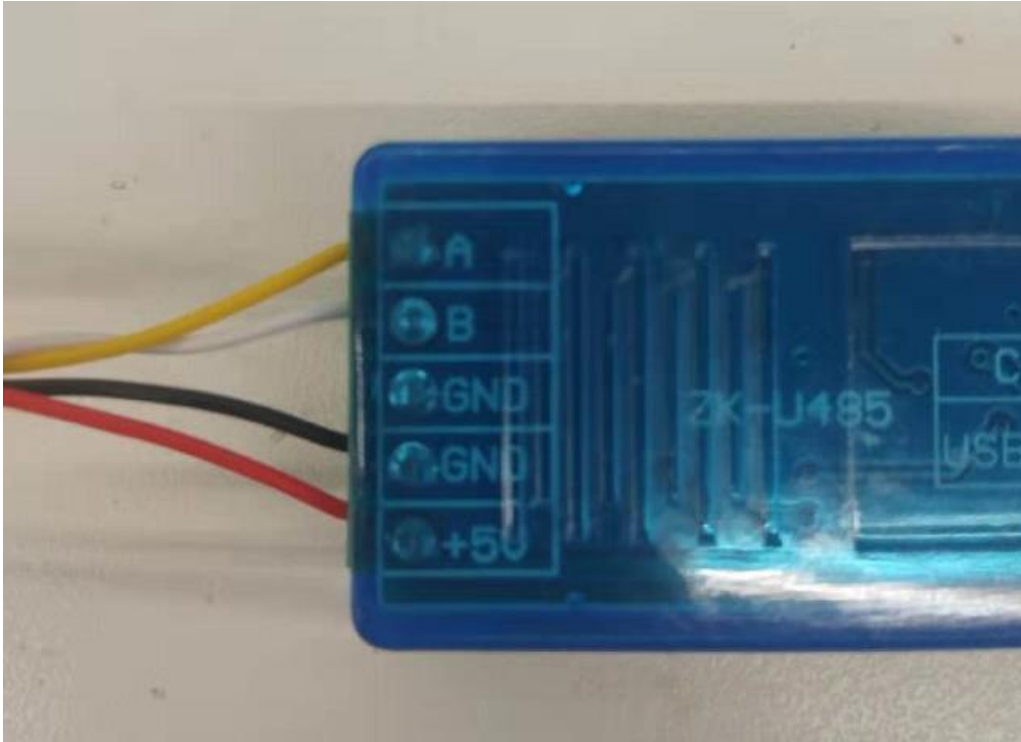

图 7-5 接线图
- 3、 按照图 7-5 连接好电路, 进入 build 目录, 运行 `sudo ./ttl`, 可实时检测 TGS2600 的烟雾浓度值。
- 3、 按照图 7-5 连接好电路并把 USB 口插进 EAIDK-610 的 USB 接口, 进入 build 目录, 运行 `sudo ./rs485`, 可实时检测 SHT20 的温度值。